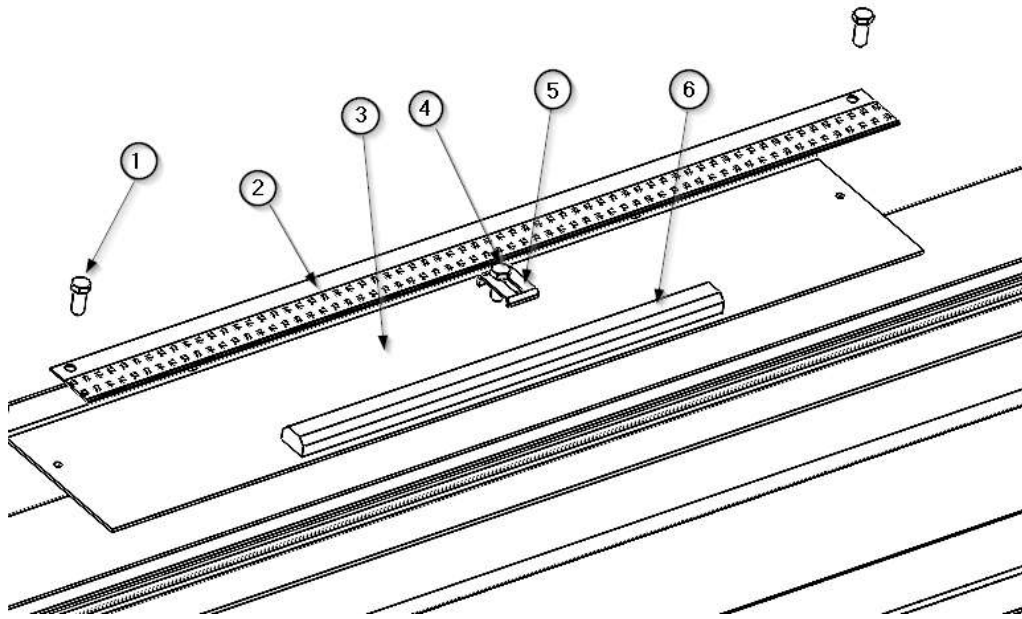

Abb. 5 Austausch der indirekten Beleuchtung
- Entfernen Sie den Polycarbonat-Diffusor ① mit einem flachen Werkzeug. Achten Sie darauf, die Außenabdeckungen des Geräts nicht zu beschädigen. Die LED-Streifen ③, die Treiber ⑦ und ihre Anschlussleiste sind nun sichtbar.
- Trennen Sie die Stromversorgung des Controllers ⑦ von der Anschlussleiste.
- Lösen Sie die 2 Sechskantschrauben M4 x 10 ② DIN 933, um den LED-Streifen ③ zu lösen. Der Schnellanschluss ist nun sichtbar. Siehe Abbildung 5.